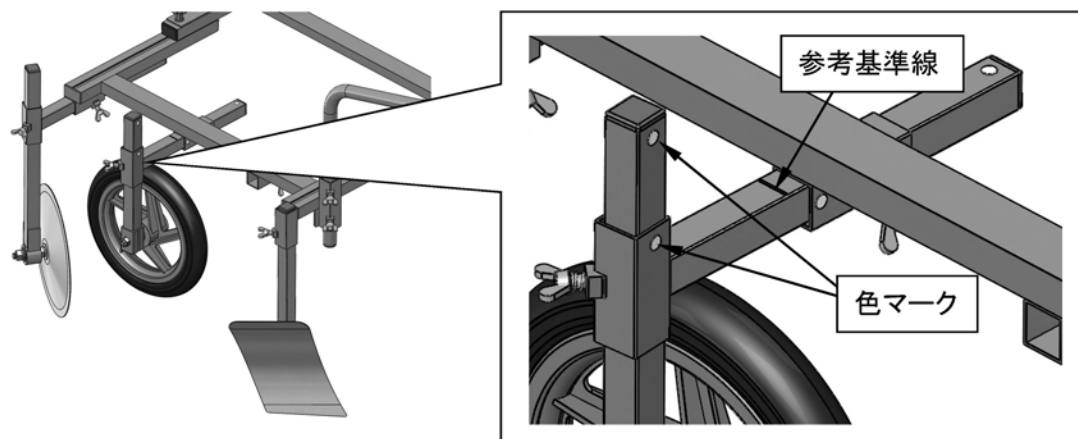

図3
- 各部品の入る部分と入れる側は、左右それぞれ正面（ハンドル側）から見える位置に色マークが貼ってあります。（図3）
- PT-1350は135cm巾のマルチを基準に、又PT-950は95cm巾のマルチを基準に巾の参考基準線がありますから、これを元に試運転で調整します。（図3）